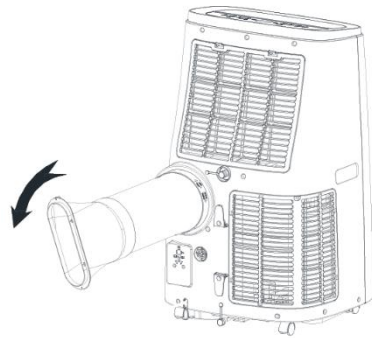

Fig. 2
- Conecte ambos adaptadores del tubo de salida de aire girando cada uno de los extremos del tubo de salida de aire y, a continuación, fije el tubo a la parte posterior del climatizador móvil local (véase fig. 2).
- Instalación del tubo de salida de aire con moldura deslizante para ventana: Coloque la moldura deslizante en su ventana en posición vertical u horizontal, dependiendo del tipo de ventana. A continuación, introduzca el tubo de salida de aire por el orificio de la moldura deslizante (véase fig. 2).